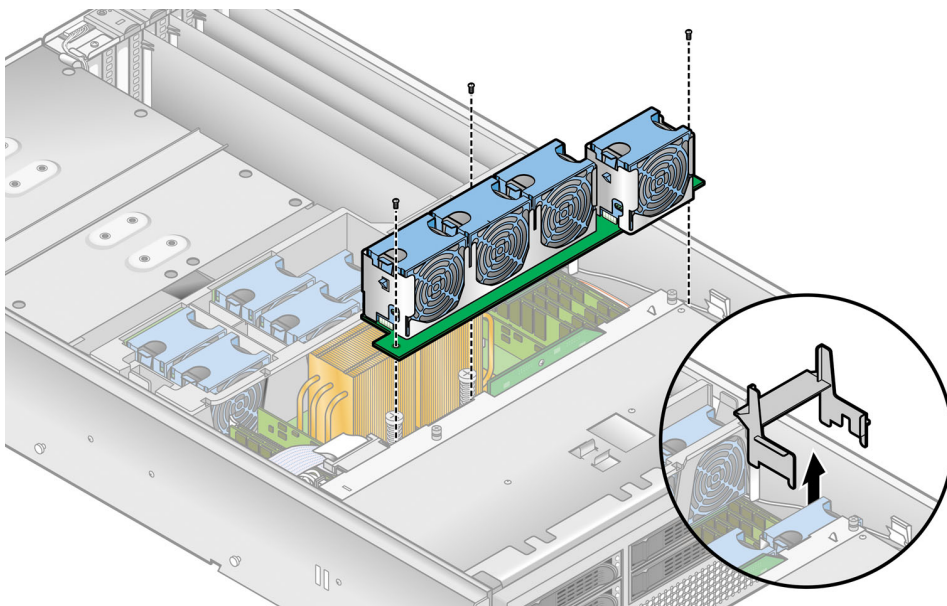

图 4-22 拆除前部风扇盒部件
3. 从风扇 12 的基座上拆除塑料气流隔板（请参见图 4-22）。
4. 拆除将风扇盒部件固定至主板的三颗螺钉（请参见图 4-22）。